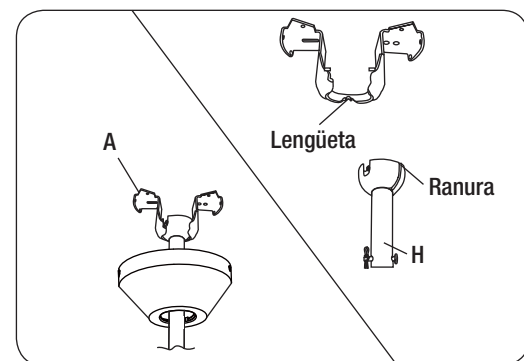

Figura 8
- Antes de realizar las conexiones eléctricas, levante con cuidado el conjunto del ventilador hasta el soporte de montaje (A). Asiente la bola de la barra de suspensión en el portalámparas del soporte de montaje. Asegúrese de que la lengüeta del portalámparas del soporte de montaje esté correctamente asentada en la ranura en la bola de la barra de suspensión (Figura 8).